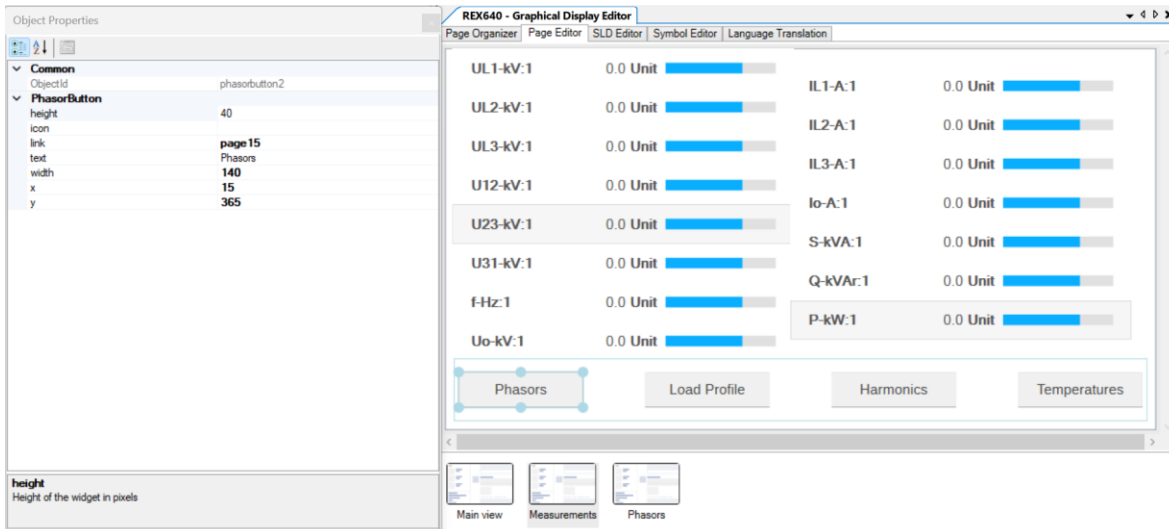

Imagen 182_Ventana 3 con los grupos "Phase currents and voltages" y "Io and Vo".
3.43 Con esto nuestra ventana en la ventana de "Page Editor" se observa en la **Imagen 182**.